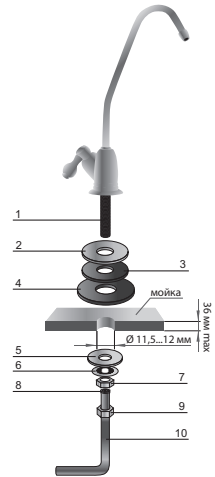

Рисунок 4. Кран для чистой воды
3.2. К крану для чистой воды с запрессованной латунной втулкой (1 м) (Рис. 4, поз. 10)	1 шт.
8. Кран для чистой воды (Рис. 4)	1 компл.
5.2 Установка крана для чистой воды (Рис. 4)
- Наденьте на резьбовой хвостовик (1) крана декоративную подставку (2), резиновую прокладку (3), резиновую шайбу (4) и вставьте кран в отверстие мойки.
- Снизу столешницы наденьте на резьбовой хвостовик пластиковую (5) и металлическую стопорную (6) шайбы и наверните крепежную гайку (7).
- В резьбовой хвостовик крана (1) вставьте трубку (10) концом с запрессованной металлической втулкой (8) и наверните накидную гайку (9) до упора;
- Проверьте прочность закрепления трубки (10). При усилии 8–10 кгс трубка (10) не должна вытаскиваться.